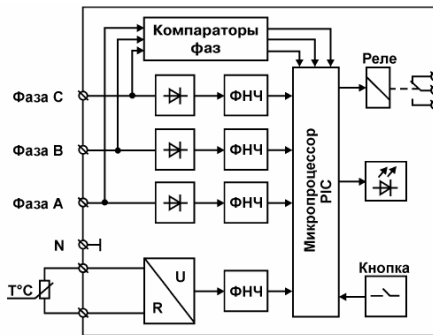

Рис. 2
3.2.1 Функциональная схема прибора приведена на рис. 2. Прибор включает в себя каналы контроля напряжений и канал контроля температуры.